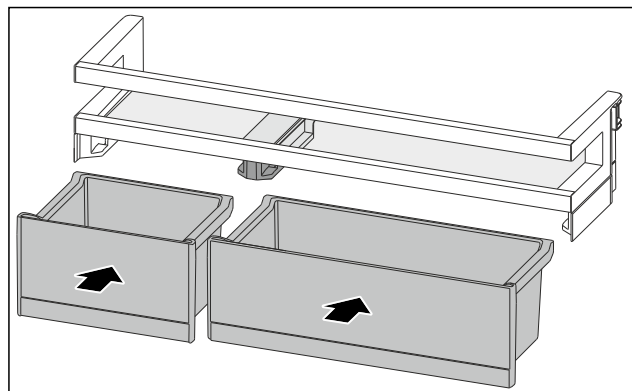

Fig. 159
- Inserire i VarioBox in posizione scambiata. (vedere Fig. 159)